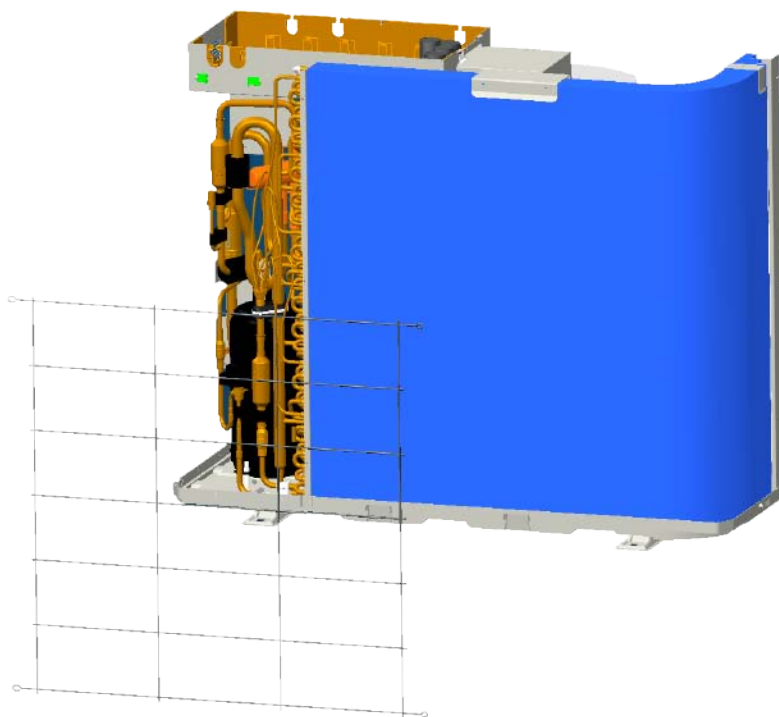

Fig. 6
- Afloje los tornillos y sacar la rejilla trasera (Fig. 6)